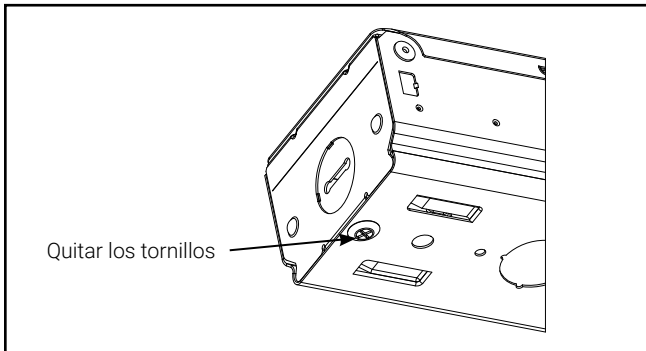

Figura 3.
2. Retire el tornillo de la parte inferior del canal. El tornillo ya no es necesario (Figura 3).